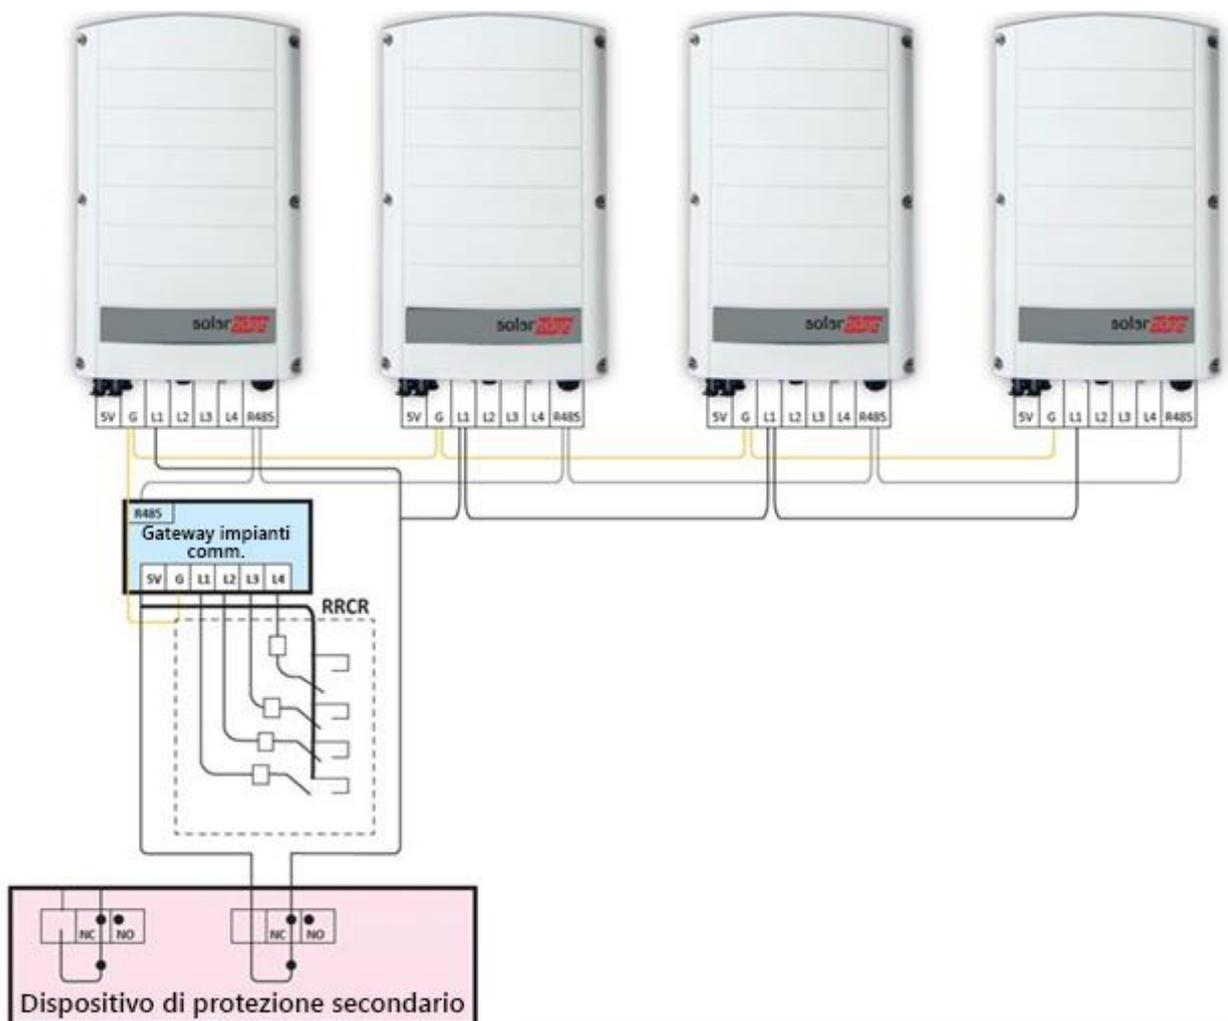

Figura 5: Sistema a inverter multipli con RRCR e gateway per impianti commerciali
- **Versione 1.3, settembre 2018** - aggiunto il collegamento di terra mancante dall'inverter al gateway per impianti commerciali nella figura 5 e modificato CCG in gateway per impianti commerciali.
Per controllare i relè dell'inverter, il dispositivo di protezione secondario è collegato al connettore dell'interfaccia di riduzione della potenza (PRI) dell'inverter, che si trova sulla scheda di comunicazione dell'inverter. In un'installazione con un gateway per impianti commerciali, il dispositivo deve essere collegato al connettore PRI del gateway per impianti commerciali, come illustrato nella figura 5: Sistema a inverter multipli, con RRCR e gateway per impianti commerciali.